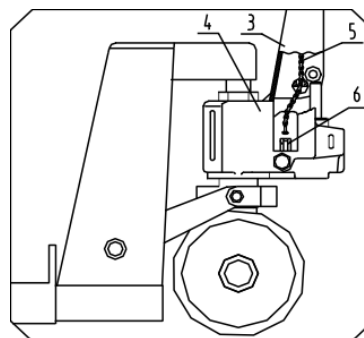
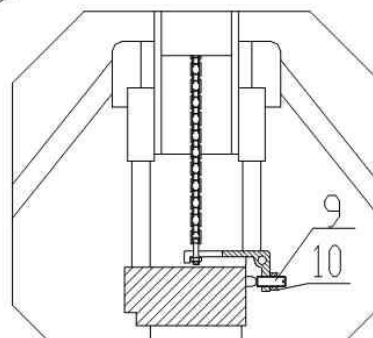

Рис.2
Рис. 5
2.1.3 Поверните штифт (2) и убедитесь, что ось большого отверстия штифта находится в вертикальном положении. Пропустите цепь (5) рукоятки через среднее отверстие штифта (2). См. Рис. 2.
2.1.4 Возьмите гайку на конце цепи (5) и наверните ее на нарезку рычажного пальца (6). См. рис. 2 и рис. 5.
2.1.8 Если вилы опускаются сразу же после подъема, слегка поверните регулировочный винт 9 на рис. 5 против часовой стрелки. Поднимите тележку еще раз, чтобы убедиться, что подъем выполняется нормально. Если тележка не опускается после подъема, слегка поверните винт по часовой стрелке. Убедитесь, что опускание выполняется нормально. Наружная шестигранная гайка (10) у винта (9) используется для фиксации. Ослабьте затяжку гайки до начала регулировки и затяните ее по окончании регулировки.